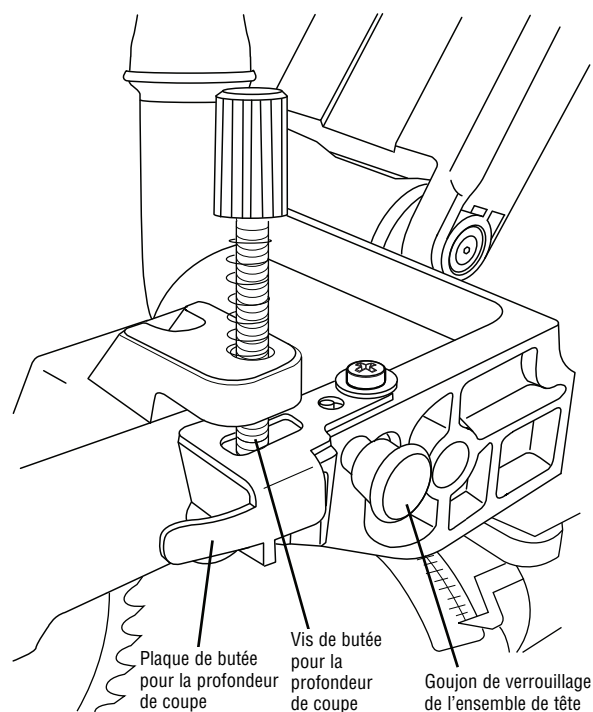

Figure 16
1. Lorsque vous effectuez des coupes normales à profondeur non limitée, poussez la plaque de butée pour la profondeur de coupe en direction de la tête de scie (voir Figure 16). Ceci permettra à la vis de butée de profondeur de traverser entièrement le trou dans la plaque.